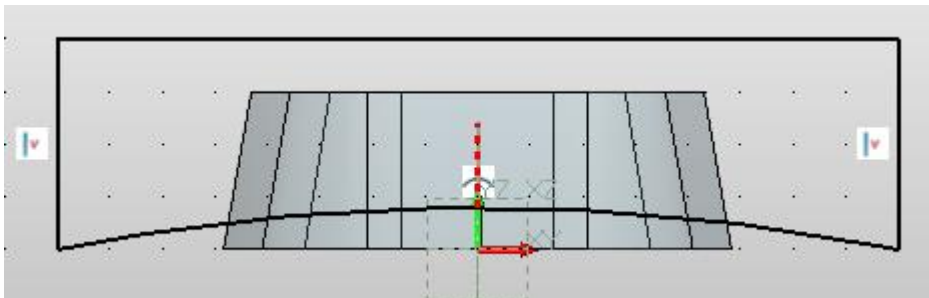

Bild 46: Fertiger "Bogen" der Geometrie
- Erstellen einer „Linie“ mit frei gewählten Maßen, wie im Bild 46 dargestellt